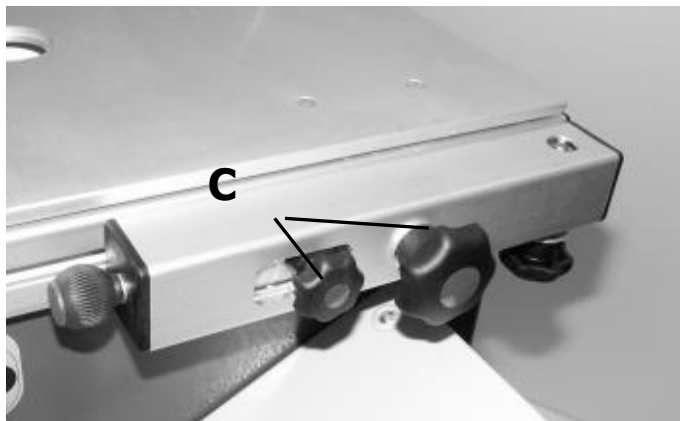

Bild 21
1. seitliche Führungsschienen im vormontierten Nutenstein mit Schraube (C) montieren (Bild 21)